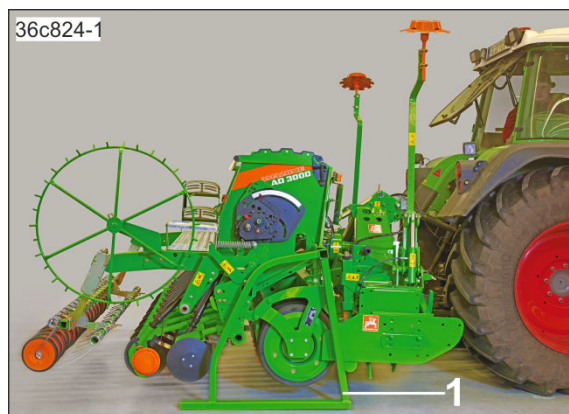

Рис. 100
7. Приподнимите комбинацию и вставьте опорные стойки (Рис. 100/1) в квадратные трубы насадной сеялки.